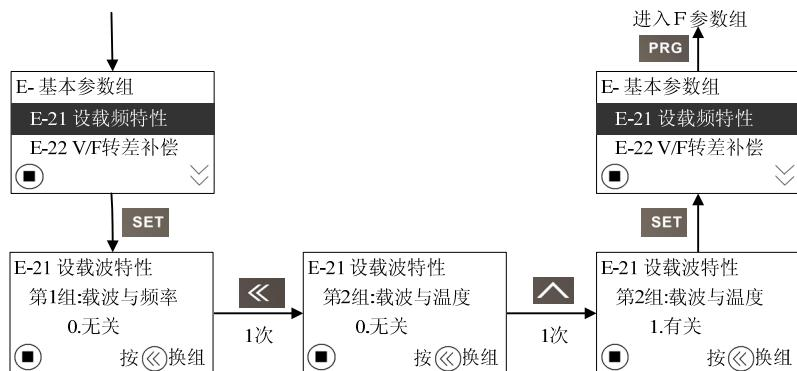

图 13 组操作界面流程
(3) 组操作界面流程：以功能代码 E-21 下设载频特性为例来介绍，设置选择第 2 组 中的“1. 与输出温度有关”，具体操作如图 13 所示。